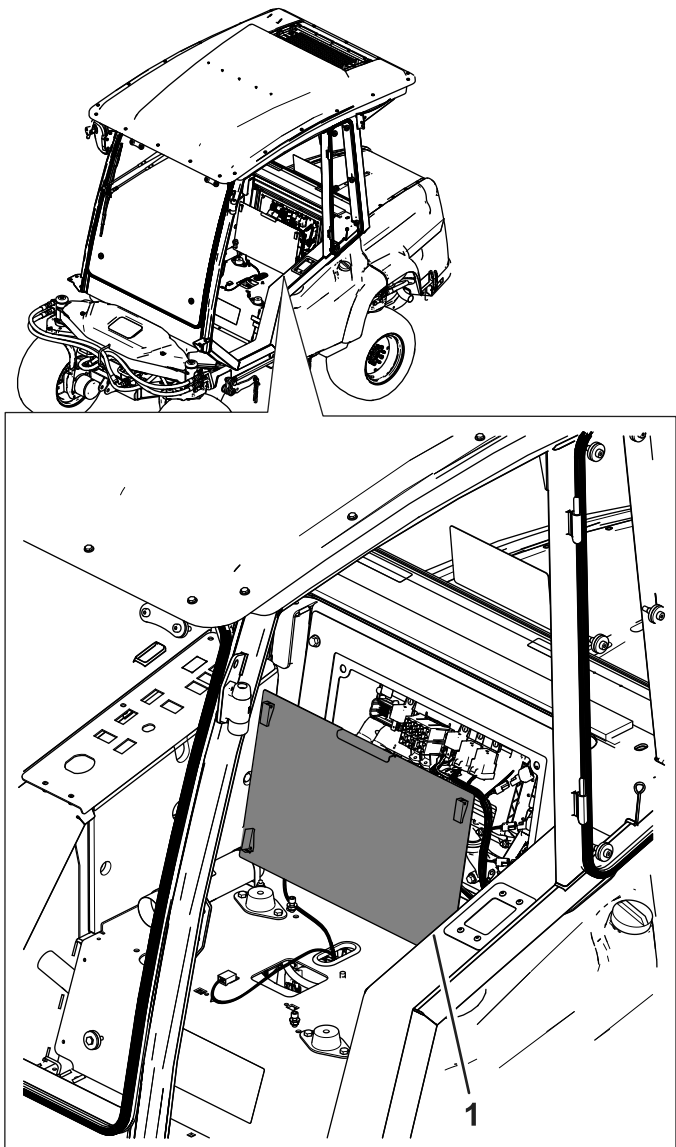
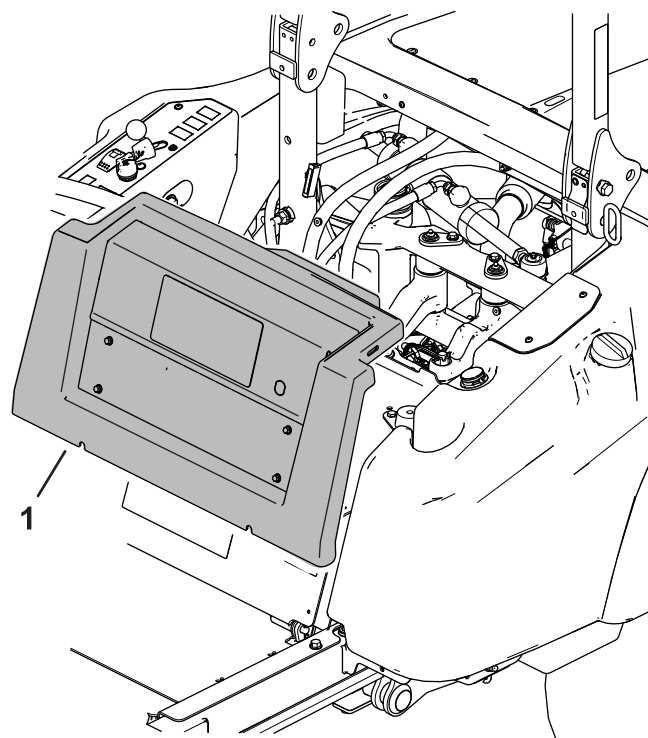

図 1
図 2
3. バックカバーを前方に倒すか外すかして配線にアクセスできるようにする 図 1または 図 2。